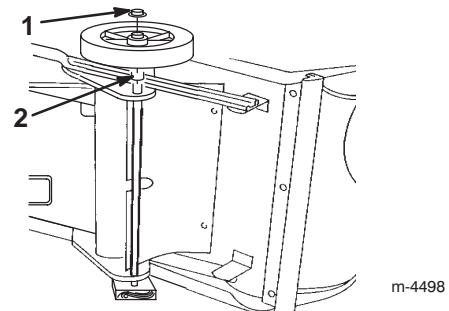

Figure 2
1. Basculez la déneigeuse sur le côté gauche et placez une cale en bois sous l'extrémité gauche de l'essieu (Fig. 2).
2. Enfilez l'entretoise courte et une roue sur l'extrémité droite de l'essieu (Fig. 2).
3. Enfilez un écrou de poussée à l'extrémité de l'essieu (Fig. 2).